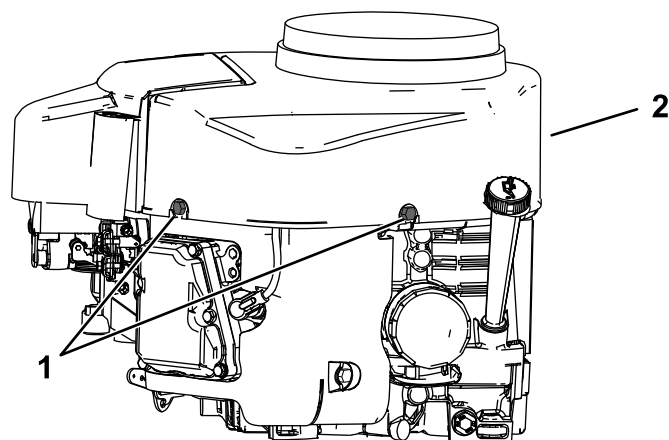

Figure 37
4. Desserrez les boulons et déposez le carter du ventilateur (Figure 37).